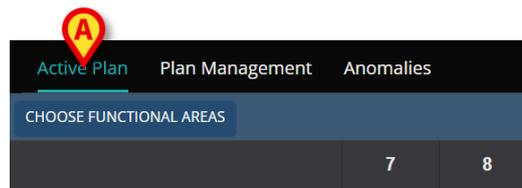

Fig 47
- Haga clic en la pestaña ACTIVE PLAN del selector de pestañas (Fig 47 A).